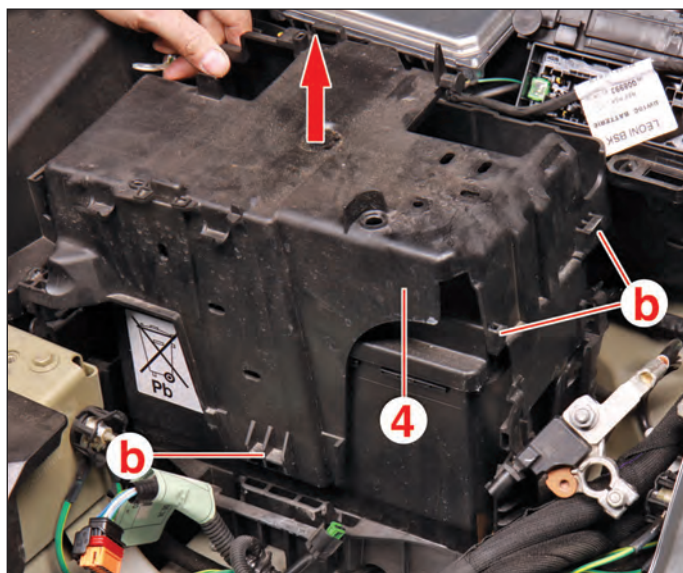

FIG.2
- le couvercle (4) de la batterie en (b) (Fig.2).